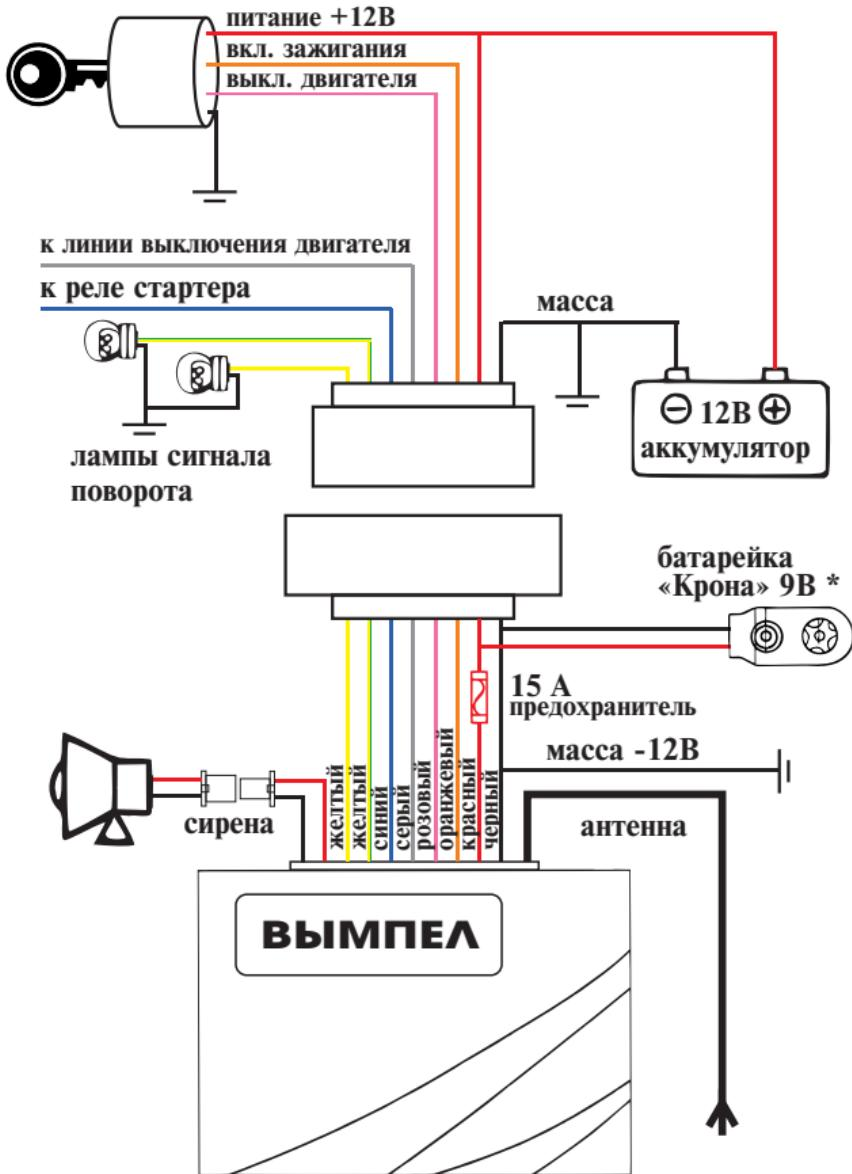

Рис. 1 Схема подключения
- Убедитесь, что доступны все цепи для подключения, такие как зажигание (ACC ON), лампы поворотника, питание и т. д. Схему подключениясмотрите на рис. 1.